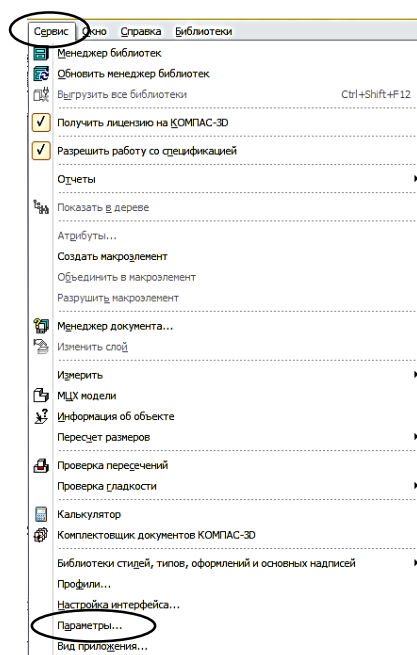

Рисунок 24 – Строка Меню →Сервис
16. в строке **Меню** выберите **Сервис – Параметры** (рисунок 24), после щелчка ЛКМ раскроется диалоговое окно, укажите **Текущая деталь – Точность**